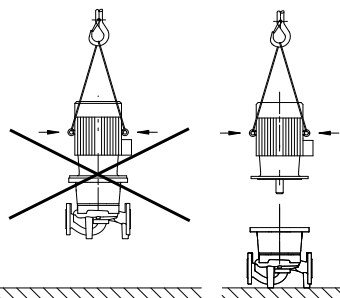

Fig. 4: Transport av motorn
- Transportöglorna på motorn får endast användas för att lyfta motorn, inte hela pumpen (fig. 4).